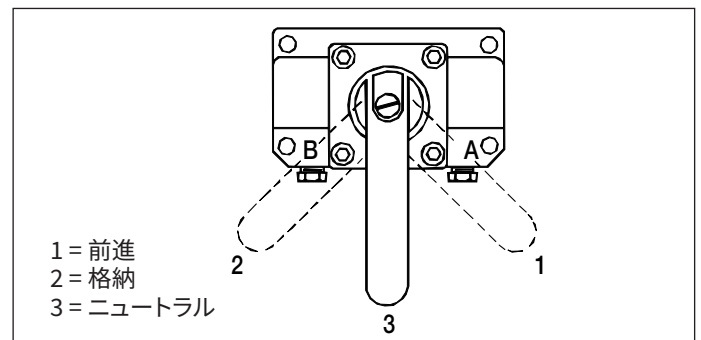

図26: バルブハンドルの位置
4. 制御バルブのハンドルをニュートラル(「3」)位置へ回します。VM33とVM43のバルブ位置については図26を参照してください。